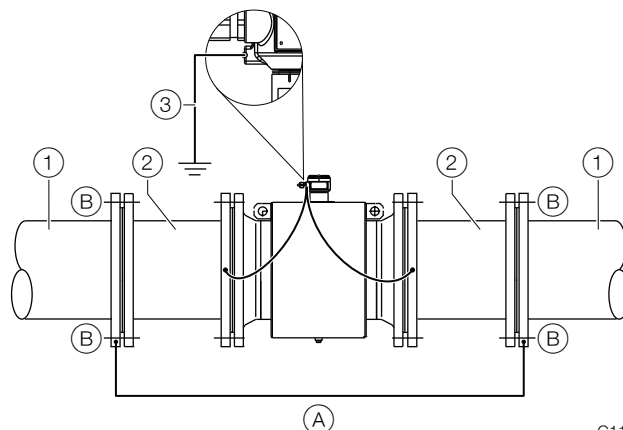

Fig. 30: Mätvärdesgivare med funktionsjord
- Om man kan räkna med vandrande extern ström för invändigt isolerade rörledningar (t.ex. vid långa sträckor i närheten av energiförsörjningsanordningar) ska du använda ett stycke blank rörledning på ca 1/4 x DN längd före och efter mätvärdesgivaren, för att leda de vandrande externa strömmarna förbi mätvärdesgivaren (Fig. 30).
För den här blandade anläggningen ligger den isolerade rörledningen på korrosionsskyddspotential, samt före och efter mätvärdesgivaren en metallisk blank rörledning ($L = 1/4 \times \text{DN}$ mätvärdesgivare) med funktionsjordspotential. Fig. 30 visar den installation som är att föredra vid katodiska korrosionsskyddsanläggningar.